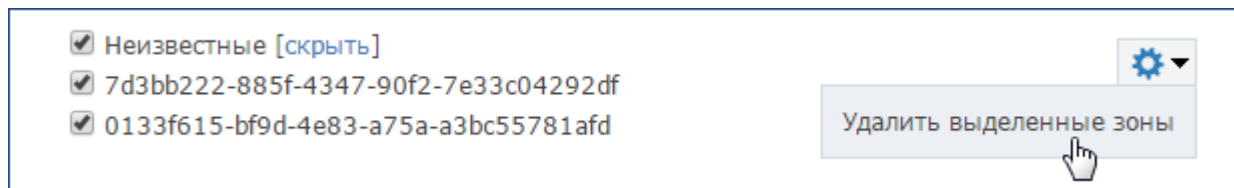

Рисунок 9.63 — Удаление «старых» разделов
**Примечание.** Блок **Неизвестные** в списке зон раздела предназначен для удаления неактуальных разделов сигнализации (зоны которого принадлежат более не существующим узлам сети; рисунок 9.63).